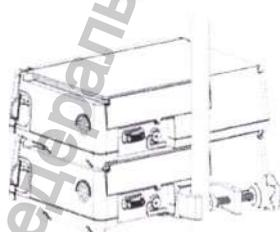

Рис. 9. Крепление блока из помп на инфузионной стойке.
3. Закрепите блок из 2-х помп на инфузионной стойке как показано на рис. 9.